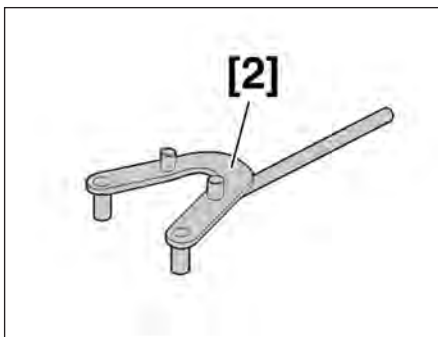

FIG.79
- Immobiliser la roue dentée d'arbre à cames avec l'outil [2] (Fig.79).